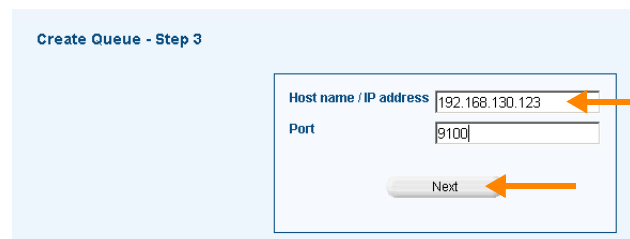
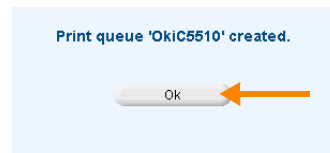

Bild 14 IP-Adresse eingeben
Bild 15 Drucker-Queue für den OKI C5510 angelegt
17. Geben Sie die IP-Adresse des Netzwerkdruckers an und fahren Sie mit NEXT fort (Bild 14). Bestätigen Sie die folgende Meldung wieder mit Ok (Bild 15).